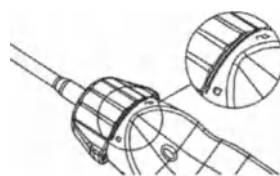

Рис. 2
3. Вставьте иглу в рукоятку и закрепите байонетное соединение, повернув байонетный патрон к значку замка (см. рис. 2).